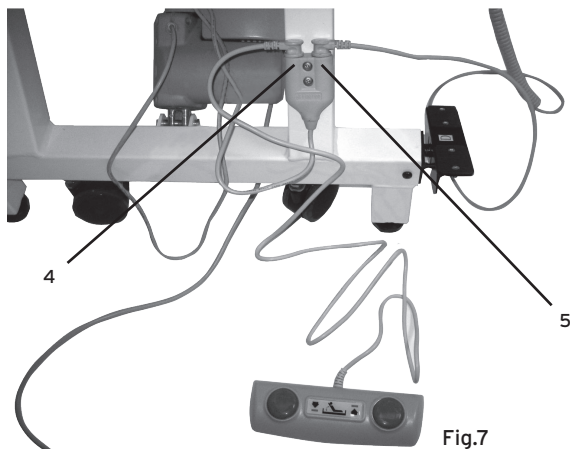

Fig.7
- Collegare il connettore del telecomando ad uno dei ingressi sull'adattatore e quello del comando a pedale sull'altro (Fig.7). Sono intercambiabili